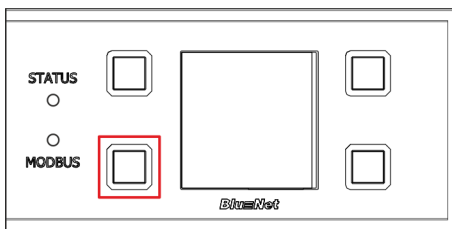

Fig. 80: Pantalla con botones de mando
2. ➔ Pulse durante dos segundos el botón situado junto al LED de Modbus y vuelva a soltarlo (Fig. 80/marcado en rojo).